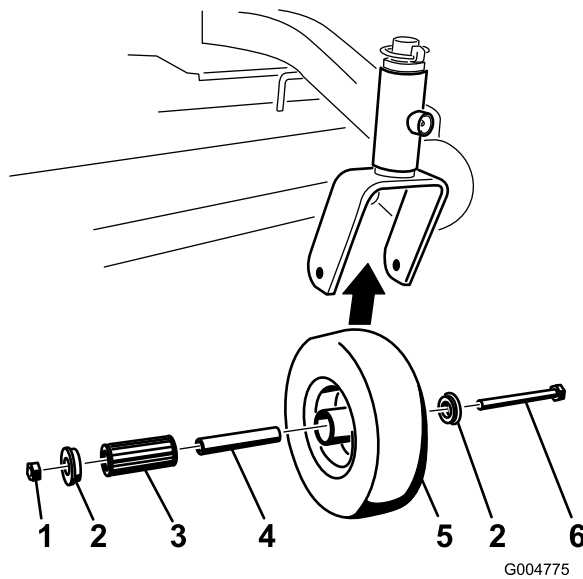

Figura 34
1. Retire la contratuerca y el perno que sujetan la rueda giratoria a la horquilla (Figura 34).
2. Retire un solo casquillo y tire del casquillo intermedio y del cojinete de rodillos para sacarlos del cubo de la rueda (Figura 34).
3. Retire el otro casquillo del cubo de la rueda y limpie la grasa y la suciedad del cubo de la rueda (Figura 34).
4. Inspeccione el cojinete de rodillos, los casquillos, el casquillo intermedio y el interior del cubo de la rueda para comprobar que no están desgastados. Cambie las piezas defectuosas o desgastadas (Figura 34).
5. Para montar el conjunto, coloque un casquillo en el cubo de la rueda. Engrase el cojinete de rodillos y el casquillo intermedio y deslícelos en el cubo de la rueda. Coloque el segundo casquillo en el cubo de la rueda (Figura 34).
6. Instale la rueda giratoria en la horquilla y fíjela con el perno y la contratuerca. Apriete la contratuerca hasta que el casquillo intermedio se apoye contra el interior de las horquillas de las ruedas giratorias (Figura 34).